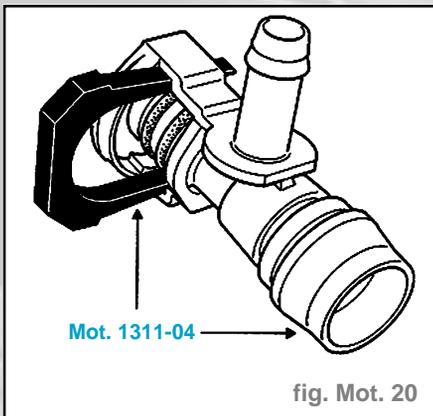

fig. Mot. 20
- Brancher le té de dérivation **MOT. 1311-04** sur la rampe, puis rebrancher la canalisation d'arrivée en carburant sur le té (fig. Mot. 20).